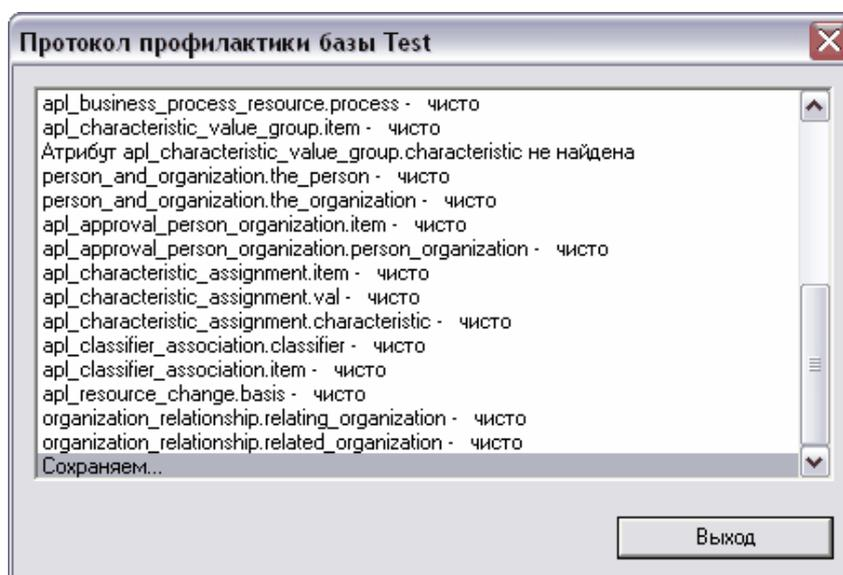

Рис. 8. Протокол профилактики БД
**Профилактика БД (удаление некорректных объектов).** Вы можете произвести профилактику БД. Для этого нажмите на кнопку **Профилактика БД**. После завершения профилактики появится протокол (Рис. 8).